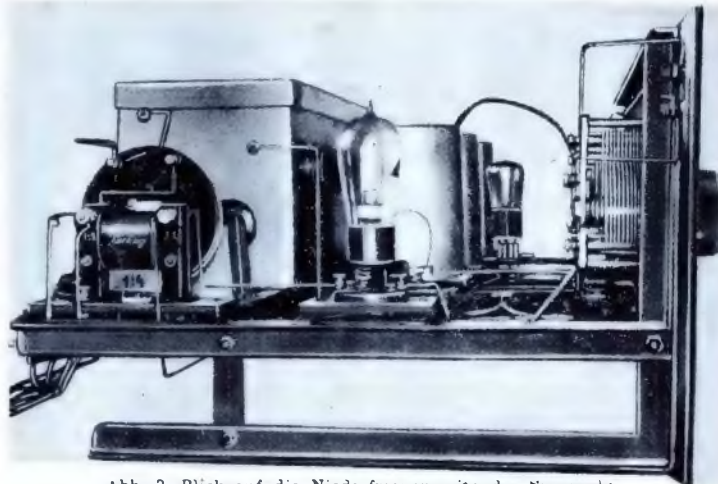

Abb. 3. Blick auf die Niederfrequenzseite des Superacht.
3) Um die Ursache zu verstehen, betrachten wir Abb. 3. Wir lassen wieder an der Primärseite eines Transformators einen Wechselstrom wirken, aber diesmal so, daß sekundär Wechselspannungen von  $\pm 1$  Volt auftreten (diese werden ja von den von mir angenommenen Röhren unverzerrt verstärkt, Abb. 2). Jede der Röhren verstärkt diese Wechselspannung und die Summe ergibt eine Anodenstromschwankung, die doppelt so groß ist, wie die einer Röhre. Der Verstärkungsfaktor hat sich verdoppelt. Nehmen wir an, die Röhren hätten eine Steilheit von 2 MA/V, so sind die Anodenstromschwankungen nach der Gleichung  $i_a = S \cdot eg$  (S = Steilheit, eg = Gitterwechselspannung) für die 1. Röhre:  $i_{a1} = 2 \cdot \pm 1 = \pm 2$  (MA), für die 2. Röhre:  $i_{a2} = 2 \cdot \pm 1 = \pm 2$  (MA). Die Gesamtschwankung ist also  $\pm 4$  MA.